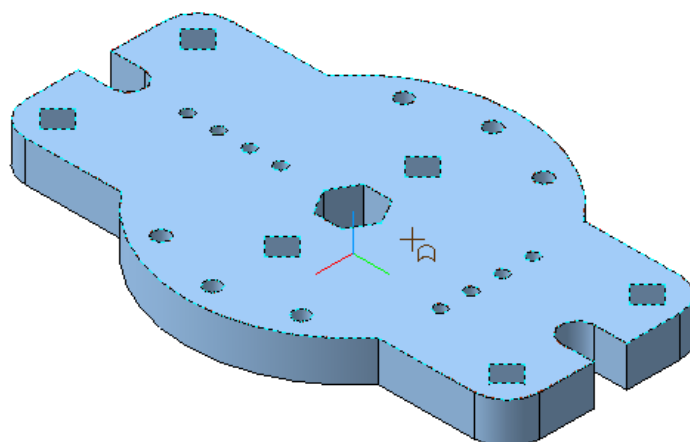

Рис. 42
- Выполните в пластине дополнительное отверстие диаметром 20 мм с центром, имеющим координаты  $X=30$  мм,  $Y=0$ . Для этого вернитесь в чертеж пространственной модели «Пластина», выберите ориентацию  $YZX$ , подведите курсор к верхней плоскости пластины. Курсор примет вид , рис. 42. Это грань детали (плоскость, поверхность). Щелкните левой кнопкой мыши. Новый эскиз будет располагаться на выбранной плоскости.